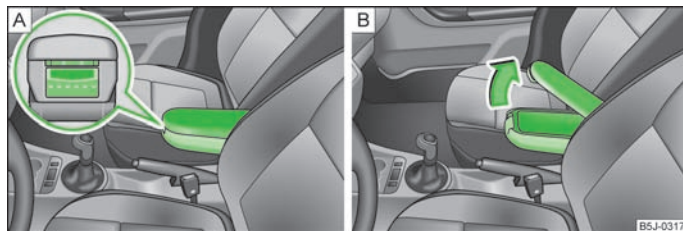

Fig. 65 Apoyabrazos: Compartimento guardaobjetos/abrir el compartimen- to guardaobjetos
- Pulsar la tecla inferior en el lado frontal del apoyabrazos » fig. 65 - [A].
- Pulsar la tecla superior y doblar la tapa del compartimento guardaobjetos hacia arriba » fig. 65 - [B].